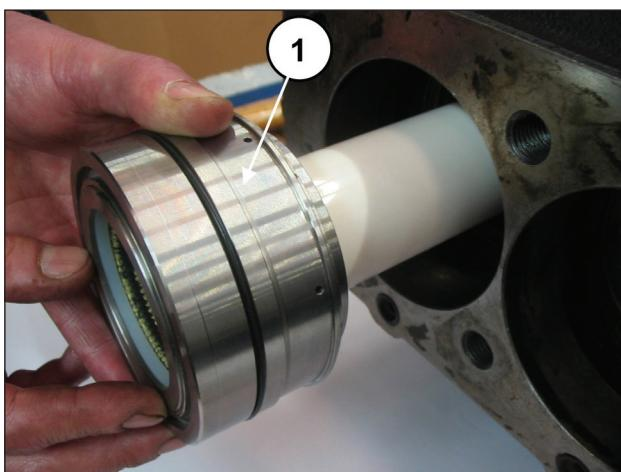

Fig. 185
Insira o O-ring dentro do cárter da bomba (pos. ①, Fig. 184) e em seguida o bloco da camisa + suporte das juntas (dotado do mesmo O-ring) anteriormente montado até o batente (pos. ①, Fig. 185).